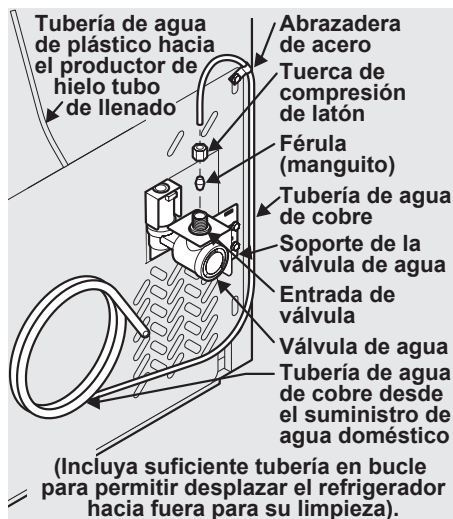

Figura 1
4. **Si usa tuberías de cobre:** deslice la tuerca de compresión de latón y luego la férula (manguito) en la tubería de suministro de agua. Empuje la tubería de suministro de agua hacia dentro de la entrada de la válvula de agua lo más posible ($\frac{1}{4}$ de pulgada/6,4 mm). Deslice la férula (manguito) en la entrada de la válvula y apriete manualmente la tuerca de compresión en la válvula. Apriete otra media vuelta con una llave; NO apriete en exceso. Consulte la Figura 1.